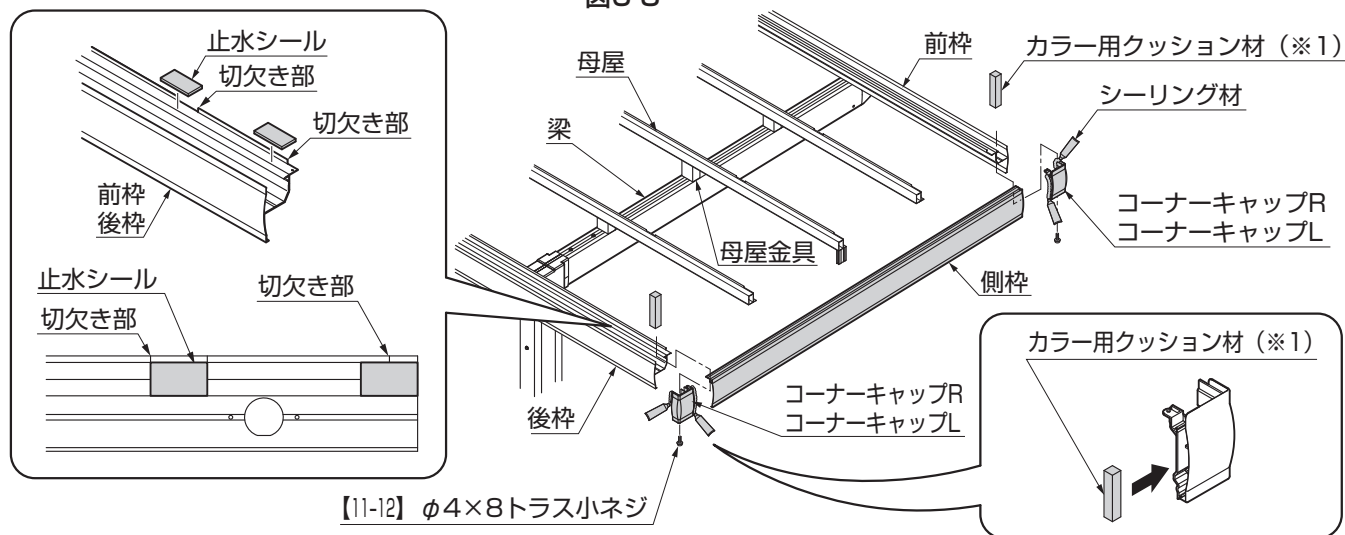

図6-4
- ④側桟の端部の穴にコーナーキャップの穴を合わせる様に取付け、前桟・後桟の端部の穴と合わせて【11-12】で取付けてください。(図6-4参照)
- ⑤前桟・後桟のアーチ、端部アーチ取付部に止水シーンを貼付けてください。(図6-4参照)